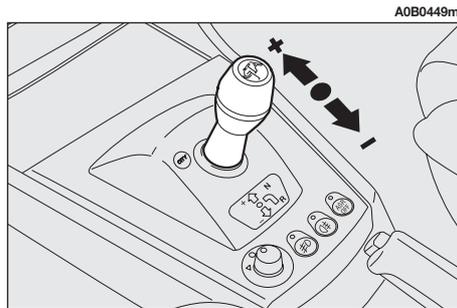

fig. 117
– per aumentare di marcia (+) (**fig. 117**) spingere "in avanti" la leva (se la vettura è in prima marcia si passa in seconda, se è in seconda si passa in terza e così via sino alla quinta). Se il sistema è in folle (**N**) oppure in retromarcia (**R**) l'azione in avanti sulla leva provoca l'inserimento della prima marcia (**1**).
– per scalare di marcia (–) (**fig. 117**) spingere indietro la leva (se la vettura è in quinta marcia si passa in quarta, se è in quarta si passa in terza e così via sino alla prima).